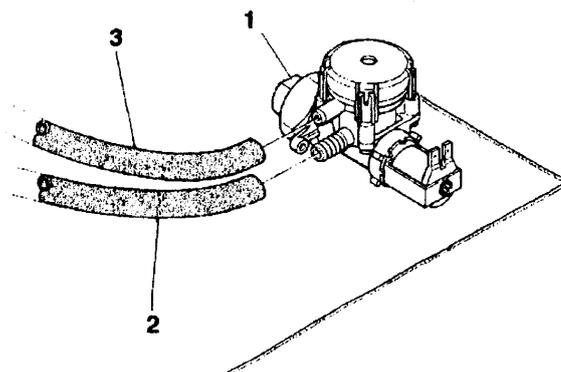

Рис. 10
Для подключения источника воды к узлу (3/4" gas) электромагнитного клапана подачи воды (см. Рис. 10) используйте шланг, способный выдержать давление воды в водопроводе и пригодный для работы с пищевыми продуктами (мин. внутренний диаметр 6 мм)
Электромагнитный клапан подачи воды (см. Рис. 10) оснащен датчиком переполнения, механически останавливающим подачу воды в случае неисправности в самом электромагнитном клапане или в датчике уровня воды в бойлере.
- ослабить соединение, предохраняющее трубку подачи электромагнитного клапана, чтобы сбросить остаточное давление водопровода, а затем снова затянуть (см. Рис. 10);